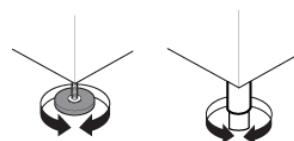

Fig. 5
- 1- Positionner et mettre la machine à niveau à l'aide des pieds à vis en dotation. (Fig.5)